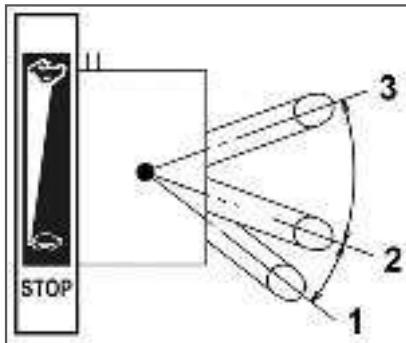

Рис. 16 Рычаг газа (вид сверху)
- Переведите рычаг газа на 1/3 хода в сторону положения максимальных оборотов двигателя (Рис. 16).
При возникновении аварийной ситуации, для экстренной остановки мотоблока переведите рычаг газа в положение 1 (Рис. 16).
1. Переведите двигатель в режим холостого хода, для этого переведите рычаг газа в положение 2 холостых оборотов двигателя (Рис. 16) и дайте двигателю поработать примерно 1 минуту.
2. Переведите рычаг газа в положение 1 (Рис. 16).
Для изменения скорости движения мотоблока на каждой передаче пользуйтесь рычагом газа (Рис. 16) (следите, чтобы двигатель не заглох).